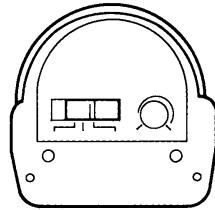

Fig 3
- Paso 1:** Mueva el interruptor corredizo que se encuentra en la parte inferior del sensor a "TEST". Ajuste el botón de sensibilidad a la posición media (hasta la mitad) (Fig 3.).